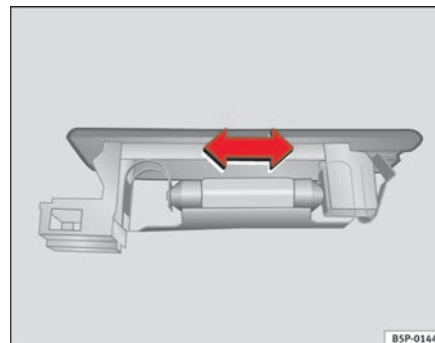

Fig. 198 Luz maletero
- Presione la lámpara lateralmente y extraícala del alojamiento. ⇒ fig. 198 ■